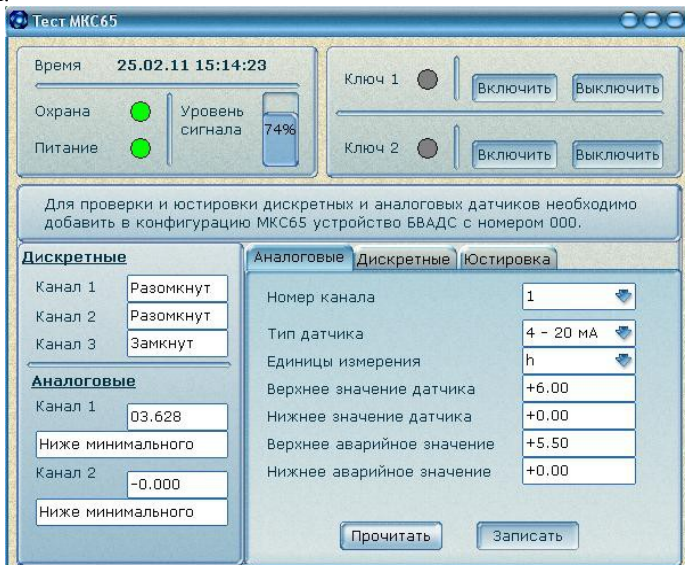

Рисунок 12
6.1.12 Для изменения уставок аналоговых и дискретных датчиков нажать кнопку «Тест МКС65». В открывшемся окне (рисунок 12) можно увидеть текущее состояние входа охранного датчика, состояние питания, уровень сигнала сотовой сети, кнопки для работы с выходными ключами МКС65, текущие состояния аналоговых и дискретных датчиков, а также вкладки для работы с уставками и юстировки.
- аварийные верхний или нижний уровни (такие же значения аварийных уровней необходимо ввести в настройки БВАДС 1-го аналогового канала и отключить все остальные аналоговые каналы (пункт 6.1.13, рисунок 12));